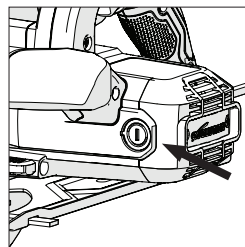

Fig. 17
- Dévissez les bouchons en plastique à l'arrière du carter moteur. (**Fig. 17**) Faites attention car les bouchons sont vissés sur ressorts.